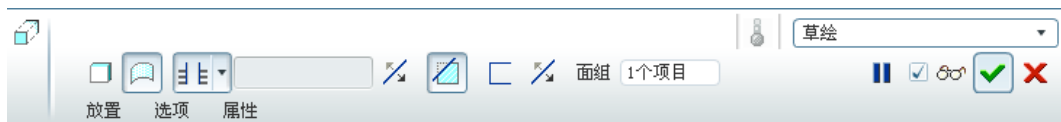

图 6.7.52 操控板
(1) 选择下拉菜单 **插入(I) → 拉伸(E)...** 命令，系统出现图 6.7.52 所示的操控板，在操控板中按下“曲面特征类型”按钮 **曲面** 和“去除材料”按钮 **去除材料**，选取图形区中的面组为修剪对象。